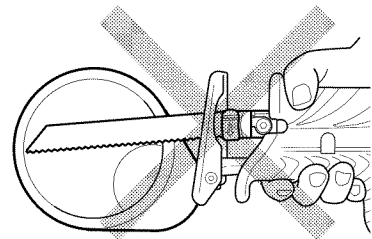
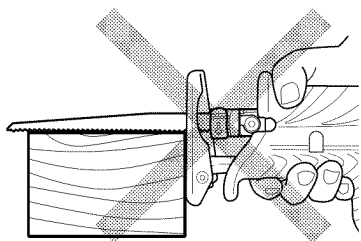

Fig. 17
Fig. 19
- Si corte un tubo grande, una pieza de madera grande, etc., que exceda la capacidad de corte de la hoja, existiría el riesgo de que la misma no haga contacto con la pared interior del tubo, madera, etc., y podrían producirse daños. (Fig. 17, Fig. 19)